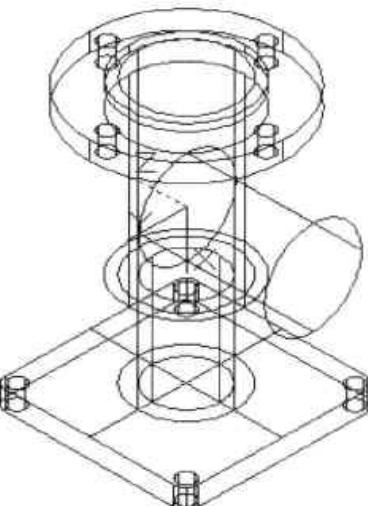

图13-67 绘制圆柱体
**Step20** 执行“圆柱体”命令，以用户坐标点为圆心，绘制圆直径为 40mm、高为 52mm 的圆柱体，如图 13-67 所示。